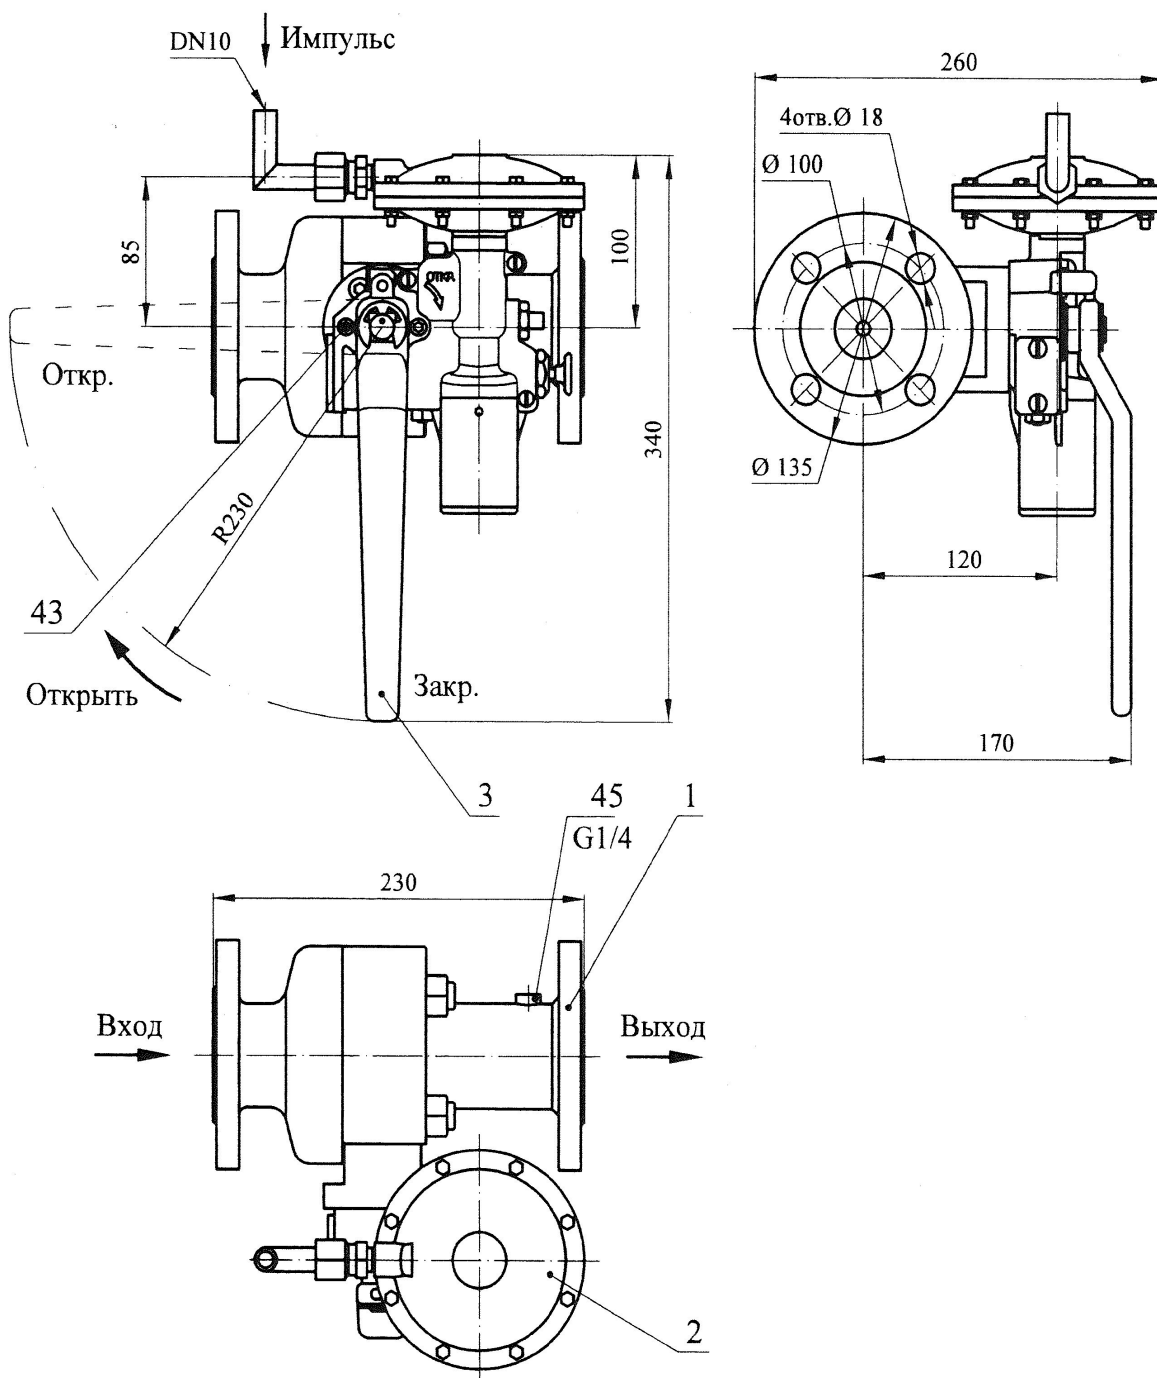

Рисунок 2
9.1.1 Клапан ПЗКП-32-Л, рисунок 1, и ПЗКП-32-П, рисунок 2, состоит из двух основных узлов: самого запорного клапана 1 и механизма настройки ПЗК 2 с рукояткой 3.